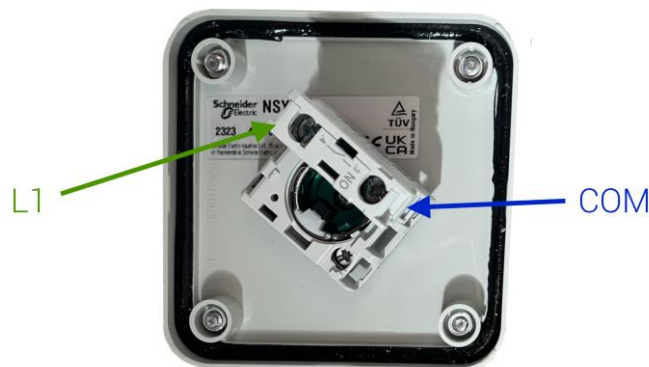

Figura 41 - Collegamento elettrico del pulsante VV.F. Sacop
3. Collegare il pulsante VV.F. Sacop ai morsetti della linea L1 della morsettiera M1 della scheda elettronica CPU E003.0014 (vedere Figura 41 e Figura 59).